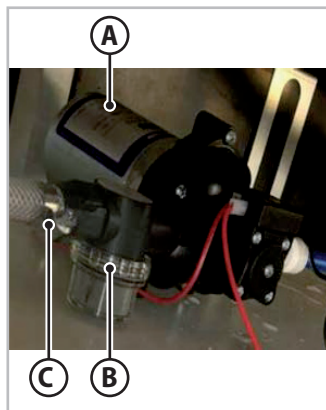

Fig. 7.1 - Vandpumpens eksterne filter
3. Tag adgang til vandpumpen (A - Fig. 7.1) ved at fjerne puderne fra spisesofaen og fjerne låget på drikkevandets tankrum.
4. Skru plastbeslaget (C - Fig. 7.1), der forbinder filteret med afløbsslangen, af.
5. Skru filterets gennemsigtige dæksel (B - Fig. 7.1) af, og træk filterhuset ud.
Rengør ekspansionsbeholderen (Fig. 7.1) regelmæssigt, især når vandet løber ujævnt ud af vandhanerne på trods af, at: